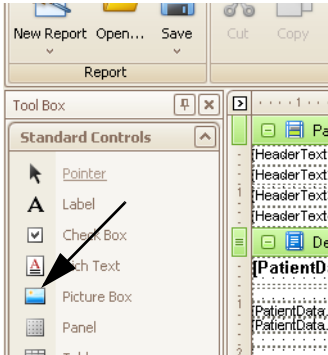

Abb. 10-4: Softkey Picture Box
- Wählen Sie **Picture Box** (Abb. 10-4:).